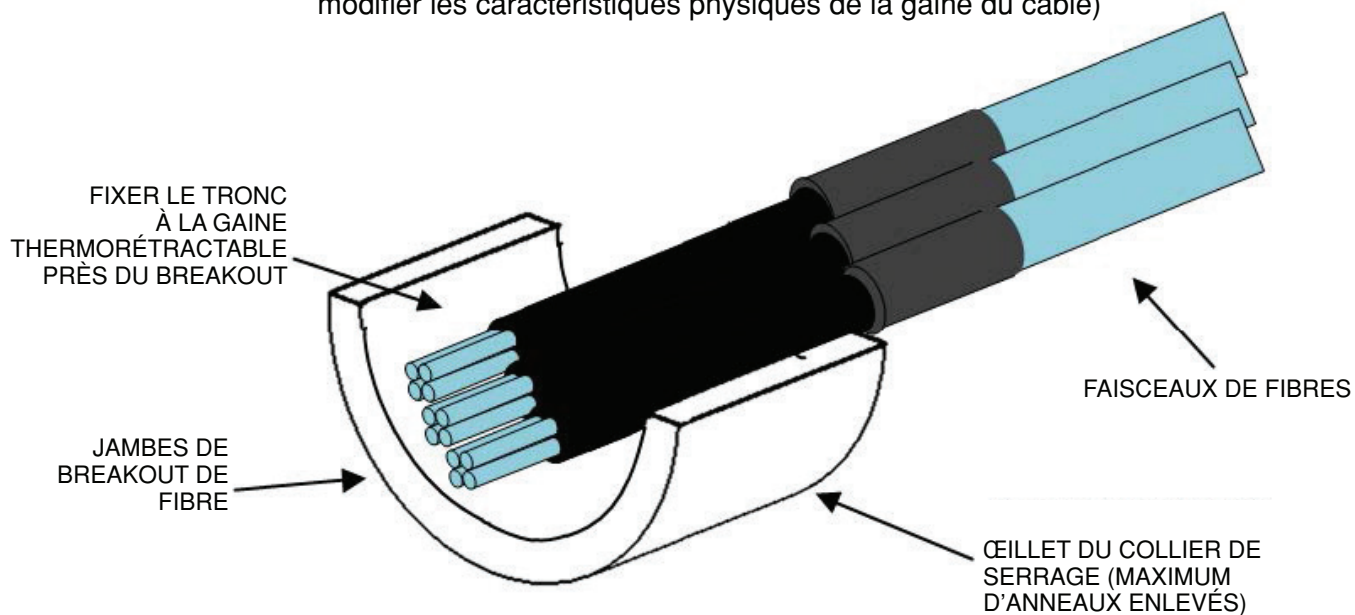

Figure 24
6.1.4.1 Fixer chaque tronc à la gaine thermorétractable comme l'indique la Figure 24.